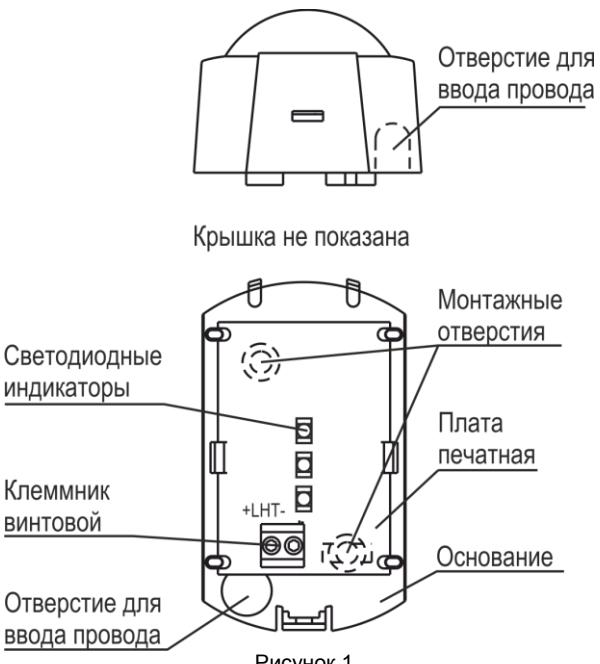

Рисунок 1
Оповещатель состоит из основания, печатной платы с радиоэлементами и крышки (рисунок 1). Конструкция оповещателя обеспечивает возможность крепления его на стене помещения.
- c) выдавить отверткой в основании оповещателя заглушки выбранных монтажных отверстий и отверстий для ввода проводов (рисунок 1);